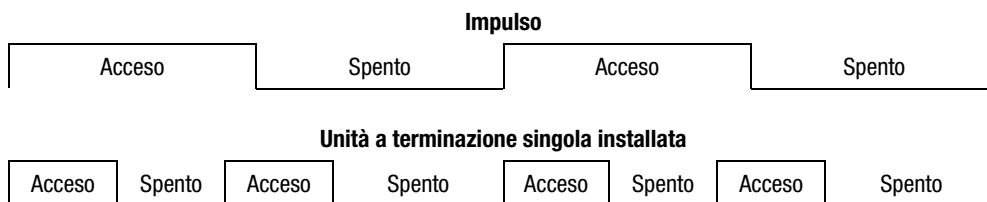

Figura 4-4. Display del LED dell'unità EMU
Quando il LED ❶ verde lampeggia lentamente, l'unità EMU è operativa. Se il LED è acceso o spento, significa che si è verificato un problema interno. Se il LED lampeggia rapidamente, significa che l'unità EMU è operativa e nell'array a nastro è installata un'unità a terminazione singola (vedere la Figura 4-4).
Il LED di stato verde dell'unità EMU visualizza lo stato dell'unità e ne rileva il tipo, ovvero se si tratta di unità LVD o a terminazione singola. Questo LED lampeggia a due diverse velocità (vedere la Figura 4-4).
<input type="radio"/> Se il LED lampeggia una volta al secondo (vedere l'impulso illustrato alla Figura 4-4), significa che l'unità EMU e l'array a nastro sono entrambi in funzione.
<input type="radio"/> Se il LED lampeggia due volte al secondo (vedere l'unità a terminazione singola illustrata alla Figura 4-4), significa che l'unità EMU e l'array a nastro sono entrambi in funzione, ma l'unità installata è a terminazione singola.